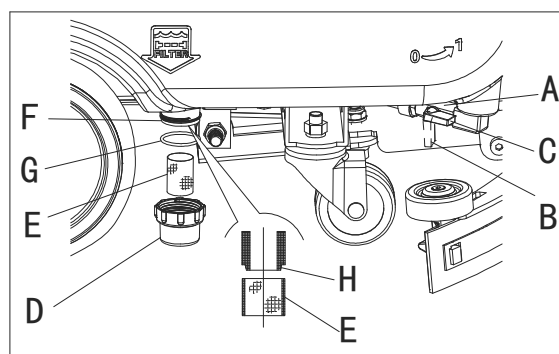

Рисунок 18
- Убедитесь, что машина выключена и ключ зажигания (54) был извлечен.
- Закройте втулку раствора (А, Рис. 18) под машиной, за правым задним колесом. Втулка (А) закрыта, когда она находится в положении (В) и открыта, когда она находится в положении (С).
- Удалите прозрачную крышку (D), затем удалите сетчатый фильтр (E). Очистите и установите их на опору (F).